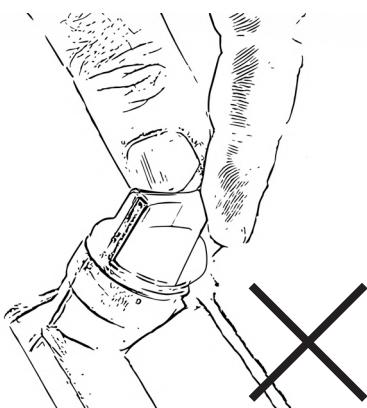

Figure 4
**Ne jamais tourner le bouchon de remplissage d'huile avec la jauge connectée dans le filetage lors de la lecture du niveau d'huile. Cela conduit à un résultat de mesure erroné, fig. 4.**
- Plongez complètement la jauge dans l'huile. Ne vissez **jamais** la jauge dans le filetage, fig. 4.